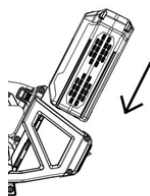

Fig 12
1. Insira a bateria na tomada até ouvir um som claro de “clique” (Fig. 12).